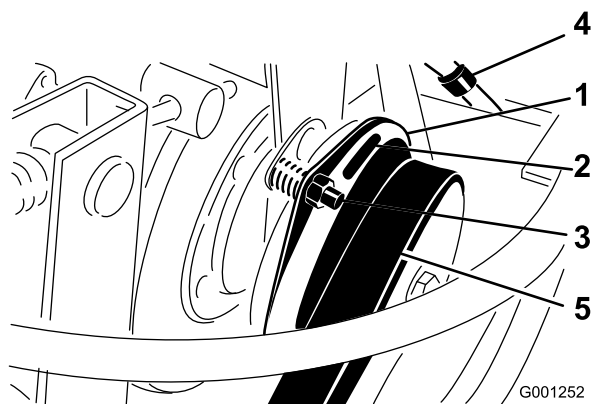

Figure 66
- Régalez l'entrefer de façon à pouvoir passer une jauge d'épaisseur de 0,38 mm entre la garniture d'embrayage et la plaque de frottement en poussant légèrement (Figure 66). Pour diminuer l'entrefer, tournez l'écrou de réglage dans le sens horaire (Figure 66). L'entrefer ne doit pas dépasser 0,76 mm. Réglez les trois entrefers.